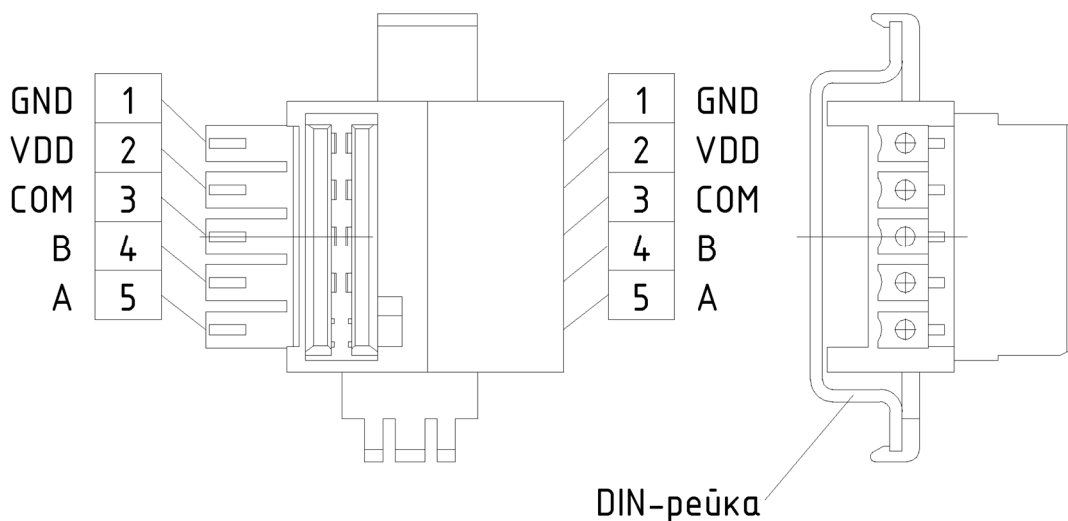

Рисунок 1 – Шина TBUS
2.2.2.1 Питание модуля следует осуществлять от локального блока питания подходящей мощности, установленного совместно с модулем в шкафу электрооборудования. Во внешней цепи блока питания рекомендуется установить выключатель, обеспечивающий отключение модуля от сети. Подключение питания осуществляется через шину TBUS (см. рисунок 1).